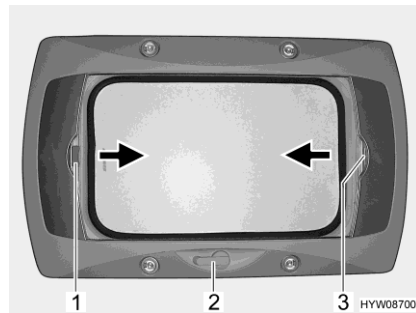

Fig. 48 Claraboya de manivela
Abrir: ■ Girar la manivela (Fig. 48,2) hasta que se note resistencia.
- Tirar del tirador (Fig. 48,3) del estor plegable en dirección de la flecha y soltarlo en la posición deseada. El estor plegable se queda fijo en esta posición.
- Tirar del asidero (Fig. 48,1) de la mosquitera enrollable en la dirección de la flecha hacia el asidero opuesto del estor plegable (Fig. 48,3) y hacerlo engatillar.
- Presionar el tirador de la mosquitera enrollable (Fig. 48,1) por la parte de atrás hacia arriba y desengancharla del estor plegable (Fig. 48,3).